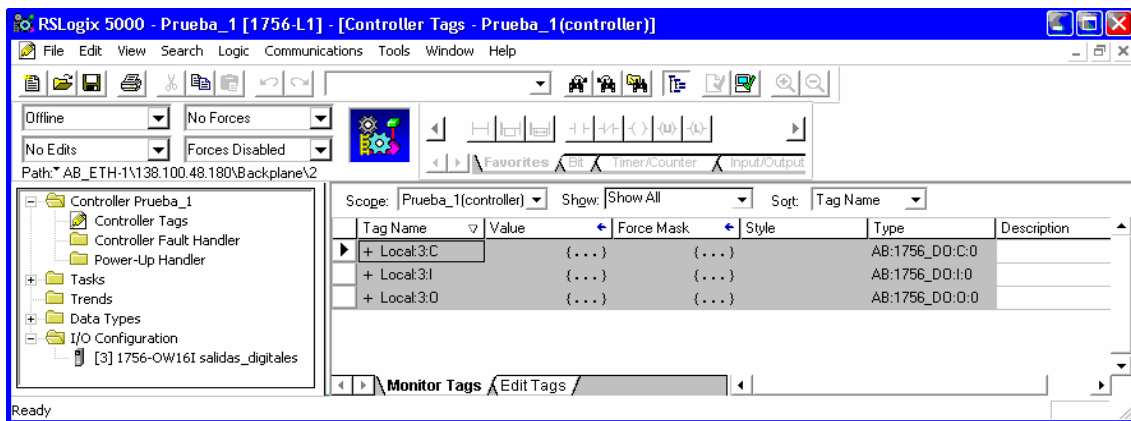

Figura 3.5 Tags pertenecientes al módulo de salidas digitales
- Haga doble clic en **Tags del controlador** en el organizador del controlador. Aparece la ventana de la figura 3.5.